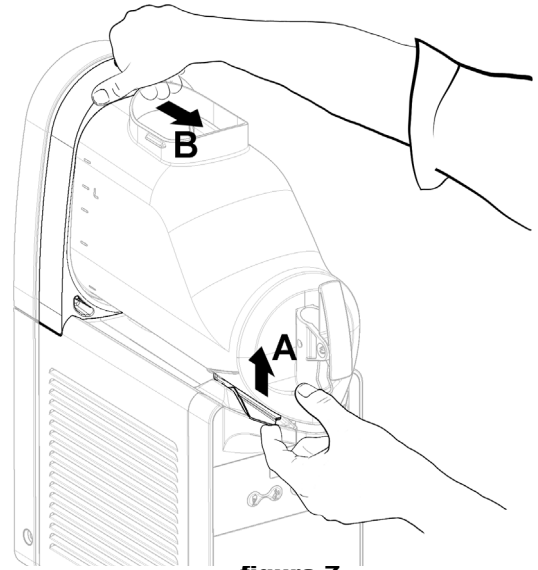

figura 7
**2** Para desmontar el recipiente es necesario empujar hacia arriba la palanca correspondiente A (ver figura 7) y luego sacar